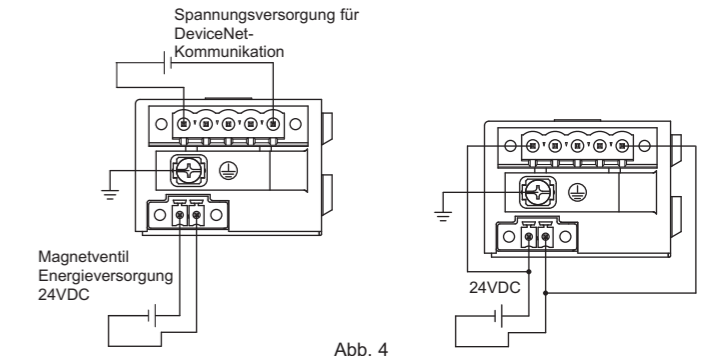

Abb. 4
- (3) Anschluss der Einheit siehe Abbildung 4
Spannungsversorgung an den Spannungsversorgungsstecker (1 Stck.) anschließen, der als Zubehör zu der SI-Einheit geliefert wird. Der Aufbau der Spannungsversorgung besteht aus 2 Systemen, kann aber sowohl mit einer Einzelspannungsversorgung als auch mit einer Doppelspannungsversorgung verwendet werden. Stellen Sie sicher, dass der entsprechende Steckerstift angeschlossen ist (siehe Abb. 4 und 5). Ordnungsgemäß auf 0,22 bis 0,25 [N\*m] anziehen.